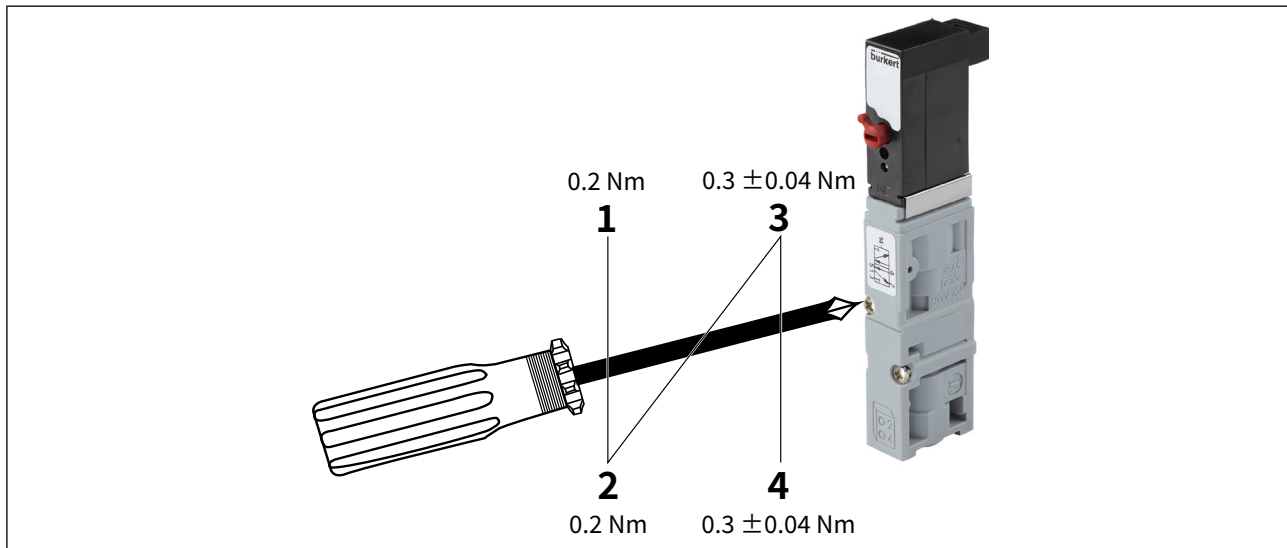

图40: 更换阀门时拧紧螺钉
- 以对角交替的方式拧紧固定螺钉,同时遵守允许的拧紧扭矩(参见“图40”)。